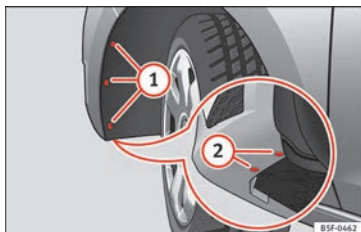

Abb. 214 Nebelscheinwerfer: Zugriff auf die Steckverbindung und den Lampenträger
- Entfernen Sie die 3 Schrauben ①
» **Abb. 214** aus dem Inneren des Radhauses und die 2 unteren Schrauben ②
» **Abb. 214** des Stoßfängers mit einem Schraubendreher.